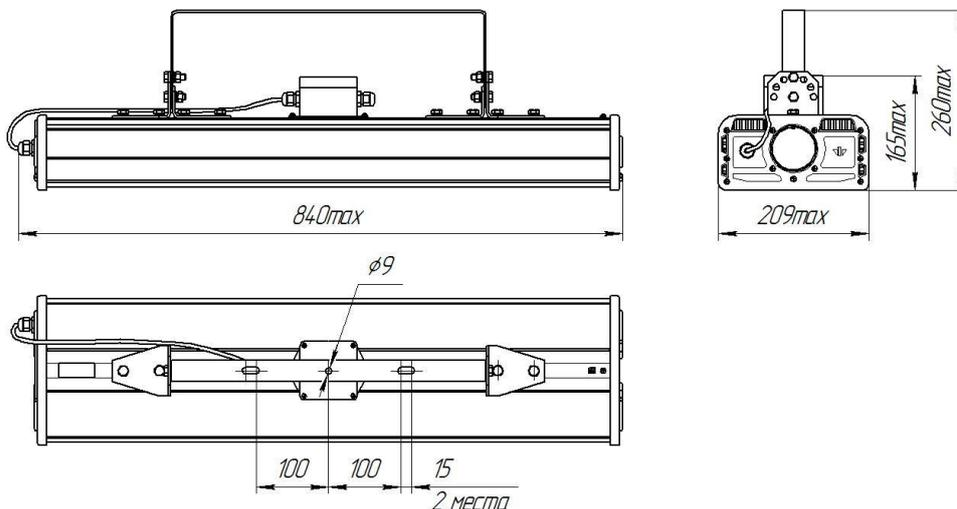

Рисунок 1
1.4.1 Прожектор состоит (см. рисунок 1) из корпуса, изготовленного из алюминиевого сплава, который является несущим элементом прожектора, крепежной поворотной скобы, прозрачного неокрашенного защитного стекла из ударопрочного поликарбоната, двух торцевых крышек, светодиодных полупроводниковых модулей, источника питания и коробки клеммной с контактным устройством.